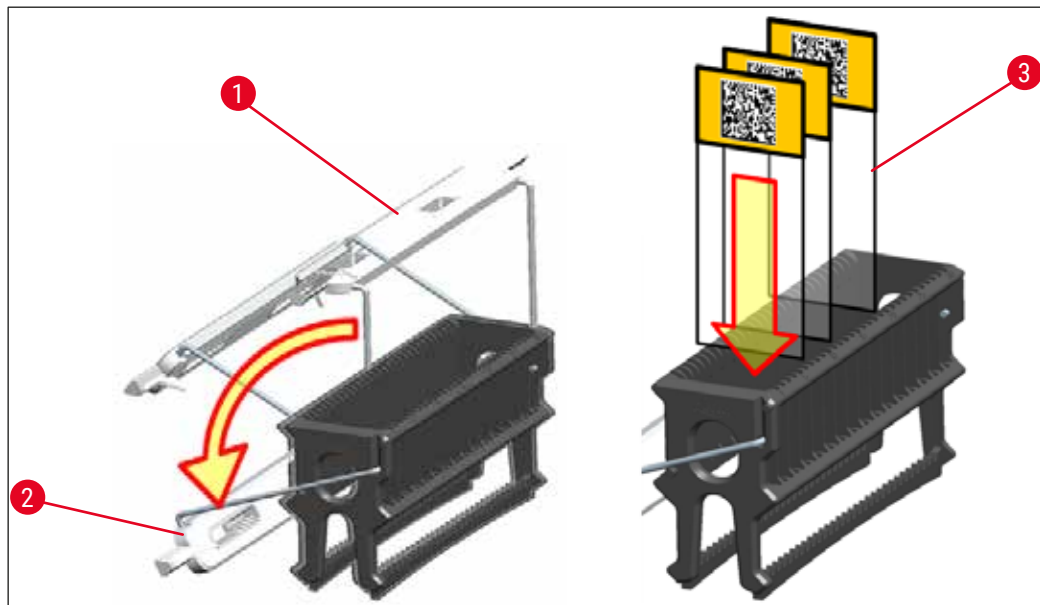

Bild 85
- Rackets framsida är markerad med Leica-logotypen. När handtaget är fastsatt går det att läsa texten **FRONT** på handtaget (→ "Bild 85").
1. Fäll upp rackhandtaget så att det är upprätt (→ "Bild 85").